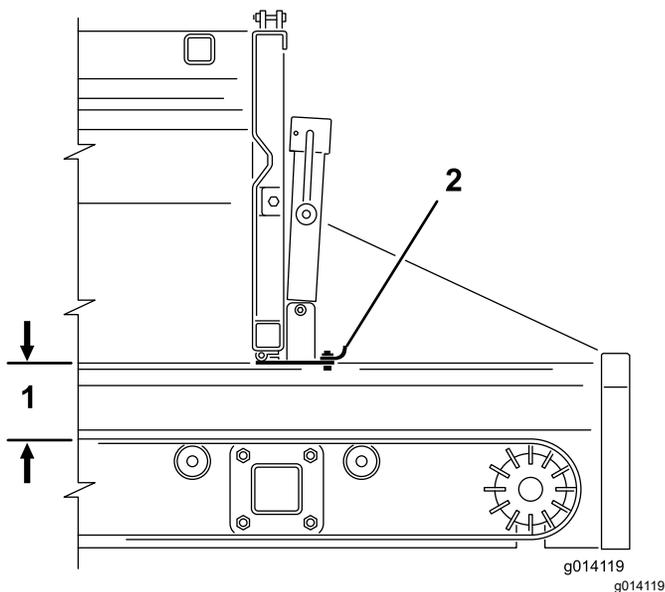

图 44
2. 使用千斤顶手柄打开或关闭可调整的尾门部分图 43 和图 44。这样在使用附件时可限制物料的流动。